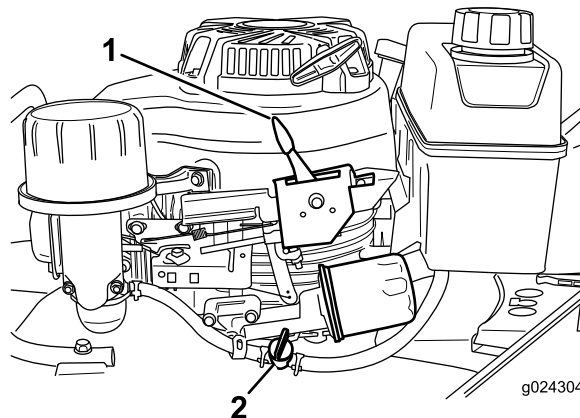

Figura 14
2. Abra la válvula de combustible (Figura 14).
3. Mueva la palanca de control del acelerador (Figura 14) a la posición de Estárter.
Suelte la barra de control de la cuchilla y mueva la palanca de control del acelerador (Figura 14) a la posición de Parada.
**Nota:** Cierre la válvula de combustible (Figura 14) a menos que vaya a volver a arrancar el motor en breve.